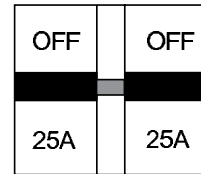

Figure 25. Disjoncteur principal (OFF)
1. Placez le disjoncteur *principal* (figure 25) dans la position **OFF**.